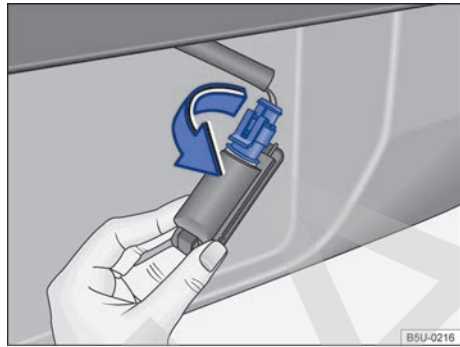

Fig. 198 Linterna de la placa de licencia: remover el portalámpara de la lámpara.
3. Girar el portalámpara en el sentido de la flecha ⇒ fig. 198, y desengancharlo del alojamiento.
7. Presionar el portalámpara en el alojamiento y girarlo en el sentido contrario al de la flecha ⇒ fig. 198.